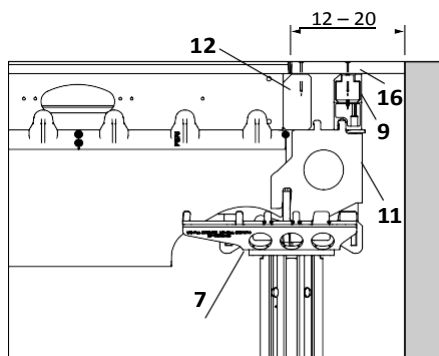

Fig. A5.26
1. Монтирайте комб. глава SCK завъртяна на 180° (7) или опорната SSK в надлъжния трегер.
3. Монтирайте шперплата и го заковете с пирони. (Fig. A5.26 + A5.27)